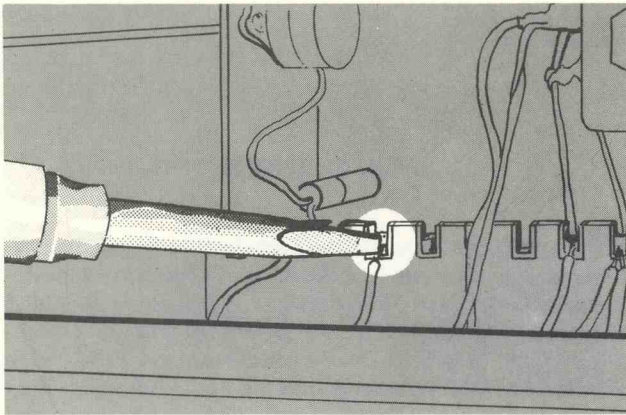

Bild 4-2 Richtige Methode der Wärmezuführung beim Löten an Keramikstreifen.
3. Durch Berühren der Vertiefung der Nut mit einer Ecke der Lötcolbenspitze wird die Hitze zugeleitet. Siehe Bild 4-2. (Die Lötcolbenspitze soll nicht in die Anschlußnut gedrückt werden, da sie sonst ausbrechen oder der ganze Keramikstreifen brechen kann.)